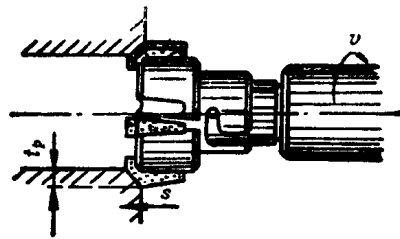

图1-11 扩孔钻的扩削加工
2) 扩孔钻 用来扩大工件上已有的钻孔，见图1-11。扩孔钻有螺旋扩孔钻、套式扩孔钻、锥形扩孔钻等，见图1-12。